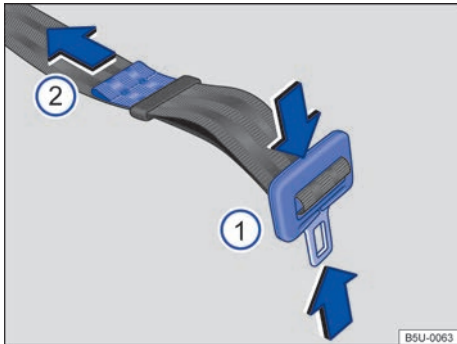

Fig. 59 Ajustar la banda del cinturón de seguridad abdominal.
- Presionar la lengüeta en el sentido de las flechas \Rightarrow fig. 59  y extender totalmente el cinturón de seguridad.
- Apretar la lengüeta contra el cierre del cinturón de seguridad y tirar del extremo \Rightarrow fig. 59  en el sentido de la flecha, hasta alcanzar una holgura máxima de 5 cm (3 dedos) en la zona pélvica.